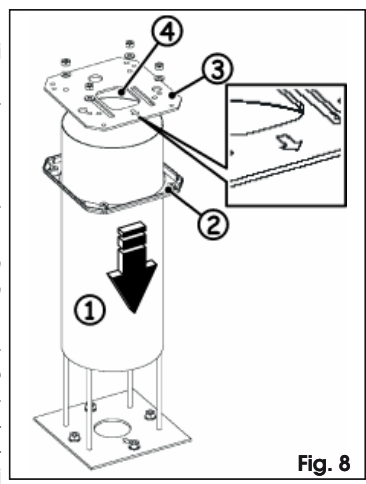

Fig. 8
2. Posizionare il tubo di supporto, Fig. 8 rif. ①, sulla piastra di fondazione.
3. Inserire il carter di plastica, Fig. 8 rif. ②, e lasciarlo appoggiato a terra.
4. Posizionare la piastra superiore, Fig. 8 rif. ③, facendo passare i cavi di collegamento nella tasca quadrata, Fig. 8 rif. ④, e farli fuoriuscire per una lunghezza di almeno 600 mm.